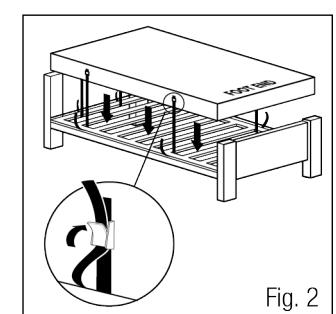

Fig. 2
3. Bevestig de matras met verstelbare banden aan het bedframe. Bevestig de banden rondom het matrasplatform van het bedframe en zet ze vast met de gespen (afb. 2). Zo kunt u onderdelen van elektrische bedframes verplaatsen. Dit is belangrijk omdat het voorkomt dat de matras losraakt van het bedframe, wat letsel bij de patiënt kan veroorzaken. Er is een verlengset voor de banden verkrijgbaar voor gebruik met boxspringbedden (onderdeelnummer 11062).